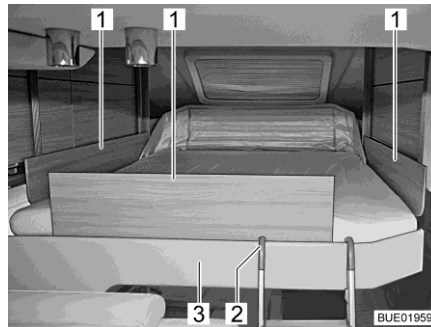

Bild 145 Höjbar säng med låsplattor
- Sätt låsplattorna (Bild 145,1) mellan madrass och sängramen (Bild 145,3).
- Haka fast båda byglarna på den bipackade stegen (Bild 145,2) i sängramen (Bild 145,3).
- Haka loss stegen (Bild 145,2) från sängramen (Bild 145,3).
- Nöddrift** Om den höjbara sängen inte längre går att flytta med pilknapparna (Bild 145, 2 och 8) skall först säkringen Reserv3 vid el-blocket kontrolleras (se avsnitt 9.10.1). Om säkringen är ok och den höjbara sängen ändå inte går att flytta, kan den höjbara sängen manövreras manuellt.